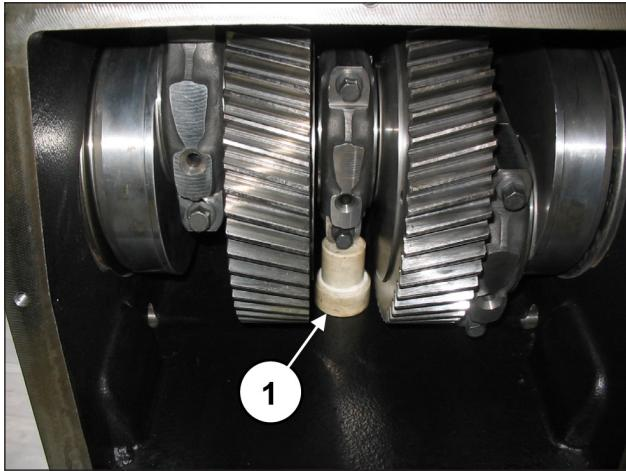

图 12
将一个垫块插入中央连杆柄下，以阻止曲轴的旋转(位置①，图 12)。